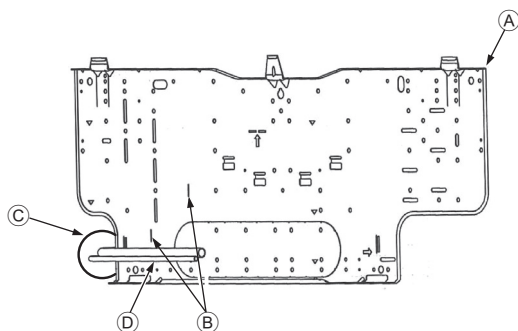

Fig. 3-5
- Vis de fixation (4 × 35 mm, 1-3/8 inch) ②
- ① Planche d'installation ①
3.3. Lors de l'insertion des tuyaux dans le mur (Fig. 3-5)
- ▲ Planche d'installation ①